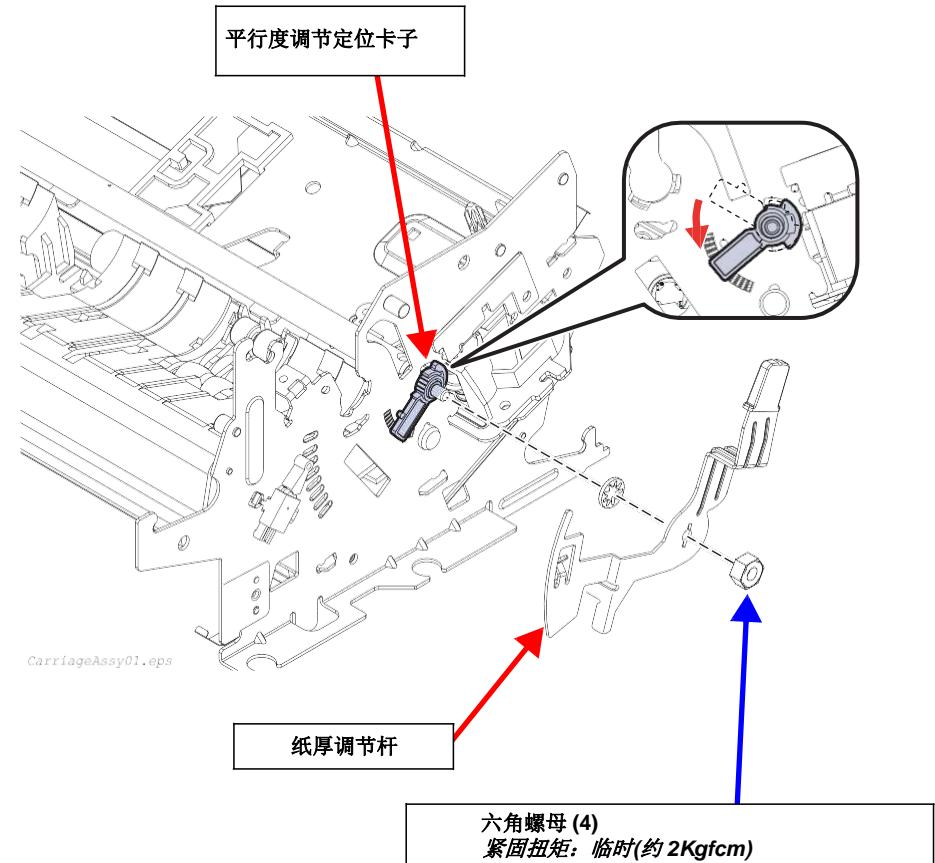

图 4-27. 字车组件的拆卸 1
5. 把用于将纸厚调节杆固定到字车导轨上的六角螺母(M4)和垫圈拆下来, 然后取出纸厚调节杆。(参见图 4-27)
3. 把用于将纸厚调节杆固定到字车导轨上的六角螺母和垫圈拆下来, 然后取出纸厚调节杆。 (参见图 4-27)
(参见图 4-27)
3. 把用于将纸厚调节杆固定到字车导轨上的六角螺母和垫圈拆下来，然后取出纸厚调节杆。\(参见图4-27\)
4. 转动字车导轨，取出平行度调节定位卡子。\(参见图4-27\)